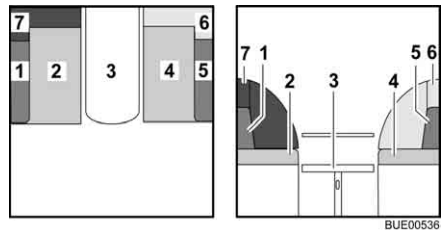

Bild 74 Während des Umbaus
- Die Rückenpolster (Bild 74,5, 6 und 7) abnehmen und beiseite legen.
- Das Sitzpolster (Bild 74,2) zur Mitte ziehen.